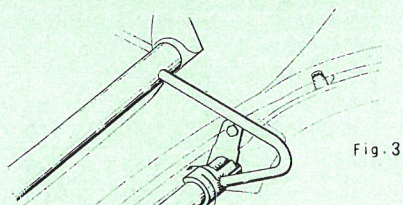

Fig. 3
— Maintenir le capot et dégager la béquille de la glissière, puis déposer le guide (2) et la rondelle de frottement (1). Rabattre la béquille le long de la partie latérale de proue, puis déposer le capot en le basculant vers l'avant et en le dégageant de ses charnières (fig. 3).
— Présenter le capot en position verticale sur le tube, comme indiqué (fig. 3).
Dépose et pose du capot (voir fig. 3) :
— Continuer de basculer le capot vers l'avant jusqu'au dégagement des charnières (fig. 3) ; dégager le capot du véhicule.
— Présenter le capot (muni de la béquille) en position verticale sur le tube, comme indiqué figure 3. En fermant le capot, les pattes des charnières doivent s'engager entre le tube et les secteurs des embouts formant verrous.